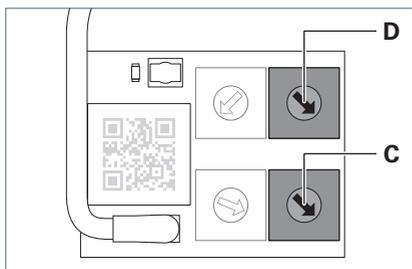

Fig. 7: Due encoder rotativi per l'assegnazione a gruppi.
- ▶ Per assegnare l'apparecchio d'illuminazione a un solo gruppo, impostare i due encoder rotativi **C** e **D** sullo stesso indirizzo di gruppo, vedere Fig. 7.